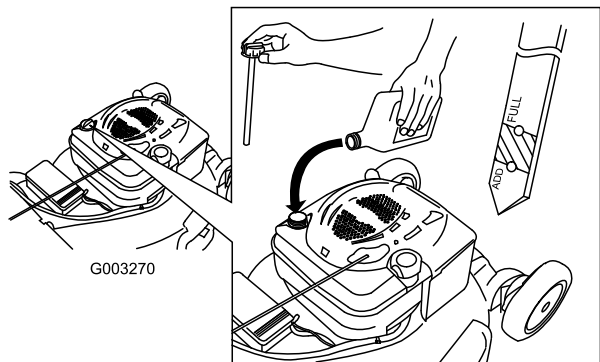

Figure 7
1. Retirez la jauge (Figure 7).
2. Versez de l'huile **lentement** dans le goulot de remplissage pour faire monter le niveau de liquide jusqu'au repère du plein (Full) sur la jauge (Figure 7). **Ne remplissez pas excessivement.** (Remplissage